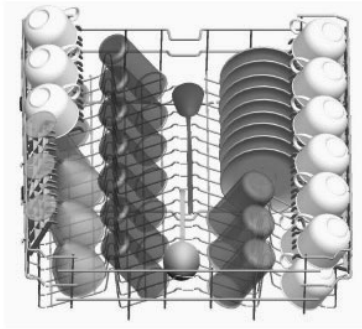

Abb. 28
- ▶ Beladen Sie den oberen Geschirrkorb (5) wie im Beispiel in **Abb. 28** abgebildet.